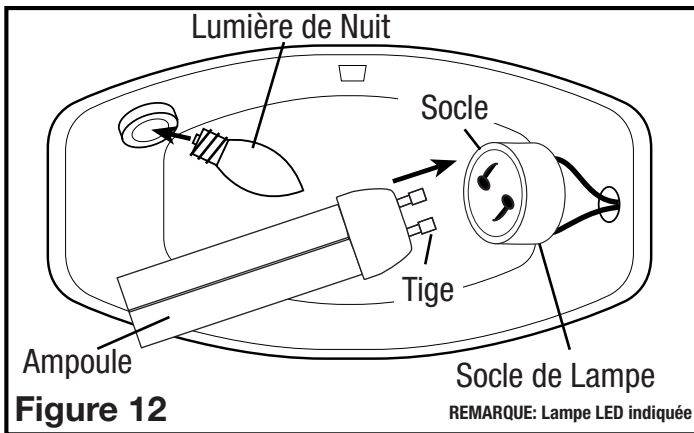
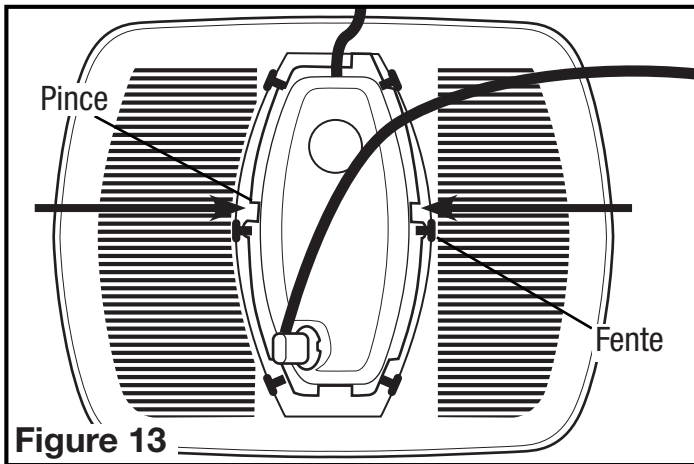

Figure 12
Figure 13
4. Installez la lampe dans la douille en alignant les broches de la base de la lampe à la prise de la douille de lampe. Tournez le corps de la lampe dans le sens horaire jusqu'à ce que la lampe s'enclenche et est fermement en place dans la douille. Installer une ampoule de type C7 d'un maximum de 4 watts (culot de type candélabre) de la lumière de nuit (non comprise) dans le support de lampe latéral (**Figure 12**).
5. Installez le réflecteur sur la grille en plaçant les fentes sur le côté du réflecteur au-dessus des pinces de la lentille, près du centre de la grille. Tout en pressant le milieu du réflecteur, faites-le glisser de sorte que les encoches en plastique reposent sous les clips de l'objectif et le réflecteur soit sécuritaire (Figure 13).
3. **Remplacer la lampe :** coupez l'alimentation de l'appareil. Retirez la grille en tirant vers le bas sur la grille et en serrant ensemble les ressorts de la grille pour libérer de logement (Figure 13). Retirez le réflecteur de la grille en faisant glisser les encoches du réflecteur du dessous des pinces des lentilles du gril (Figure 12).